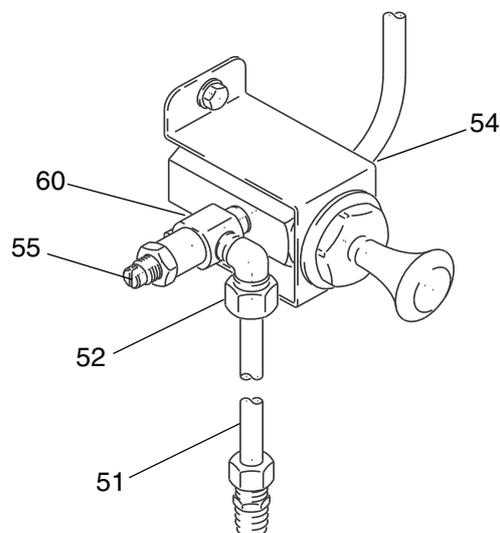

FIG. 5
Vissez la vanne de limiteur (55) sur la vanne push-pull (60), comme indiqué sur la FIG. 5. Montez la vanne sur le mur à une hauteur appropriée à l'aide du support de montage (54). Branchez l'alimentation d'air principale sur la vanne. Vissez le raccord coudé (52) sur l'entrée 1/8 npt(f) de la vanne de limiteur. Enfoncez une extrémité du tube de cuivre (51) dans le coude et serrez le raccord. Vissez le raccord droit (53) sur l'embase (17) de l'élévateur. Enfoncez l'autre extrémité du tube de cuivre (51) dans ce raccord et serrez-le.